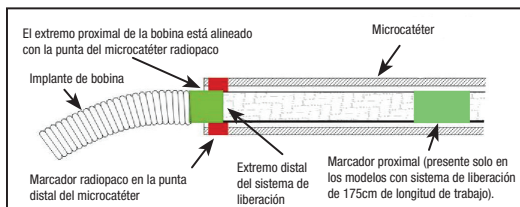

Figura 4. Posición de las bandas marcadoras para el desacoplamiento
29. Haga avanzar la bobina en el lugar deseado hasta que el marcador radiopaco del sistema de liberación esté alineado o ligeramente distal del marcador radiopaco de la punta distal del microcatéter, colocando la zona de desacoplamiento justo fuera de la punta del microcatéter. Consulte la figura 4.